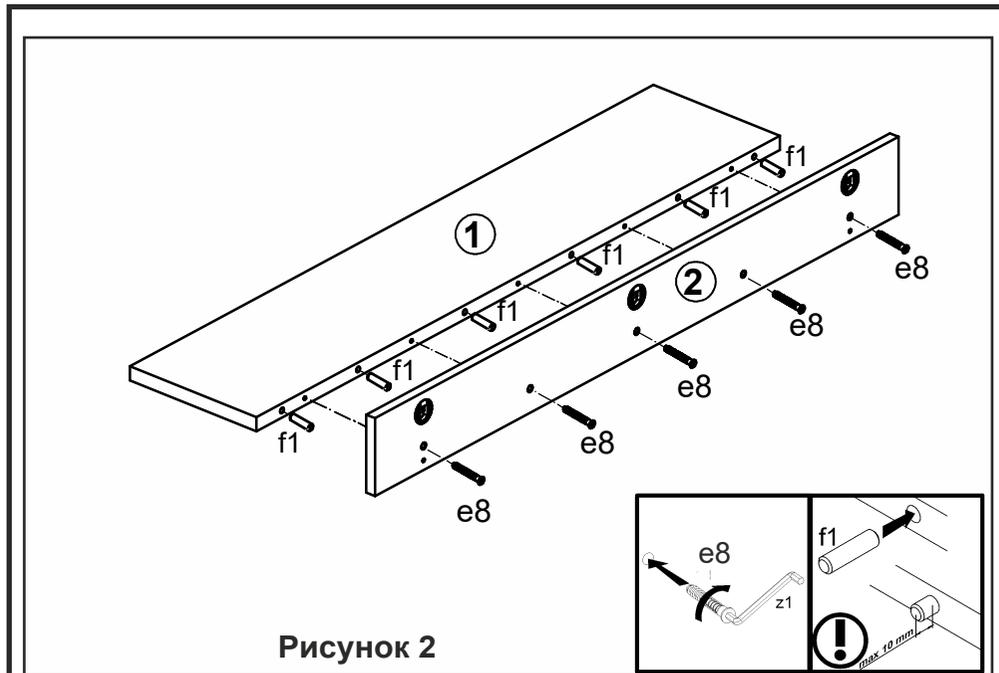

Рисунок 2
2. В отверстия $\varnothing 8$ мм на задней кромке щита горизонтального 1 вбить деревянные шканты f1 (см.рис.2). **ВНИМАНИЕ!** В случае, если шкант выступает из отверстия более, чем на 10 мм, его необходимо укоротить, т.к. возможно повреждение деталей. В таких случаях рекламация **НЕВОЗМОЖНА!**
5. Соединить между собой детали полки 1 и 2, стянуть их конформатами e8 (см.рис.2).